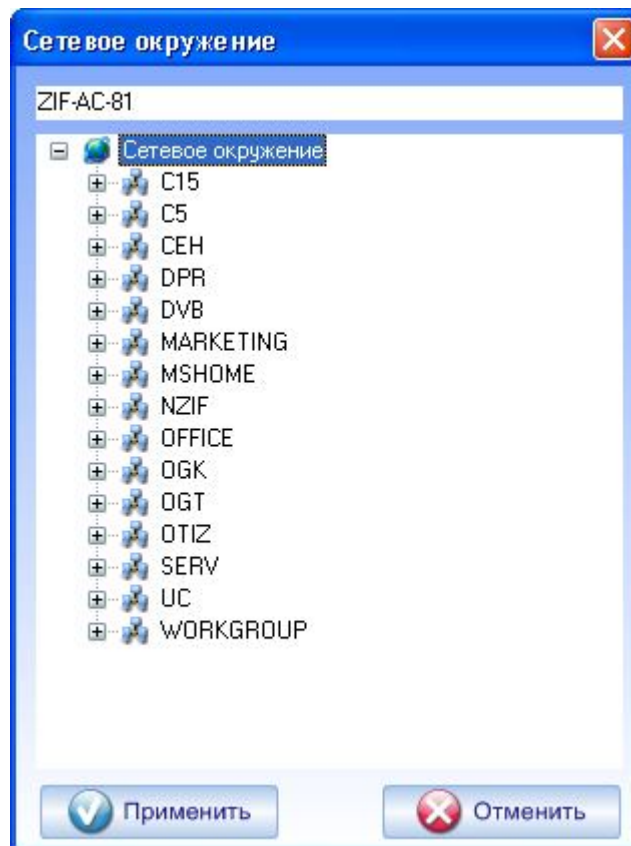

Рисунок 30 - Выбор компьютера, с которого будет производиться опрос
- «ПК Опроса» - содержит имя ПК, с которого будет выполняться задание на опрос сервером опроса (рисунок 30). Концепция организации системы «Микрон» ориентирована на распределение функций, требовательных к ресурсам ПК между несколькими копиями модулей системы загруженных на различных ПК локальной сети.